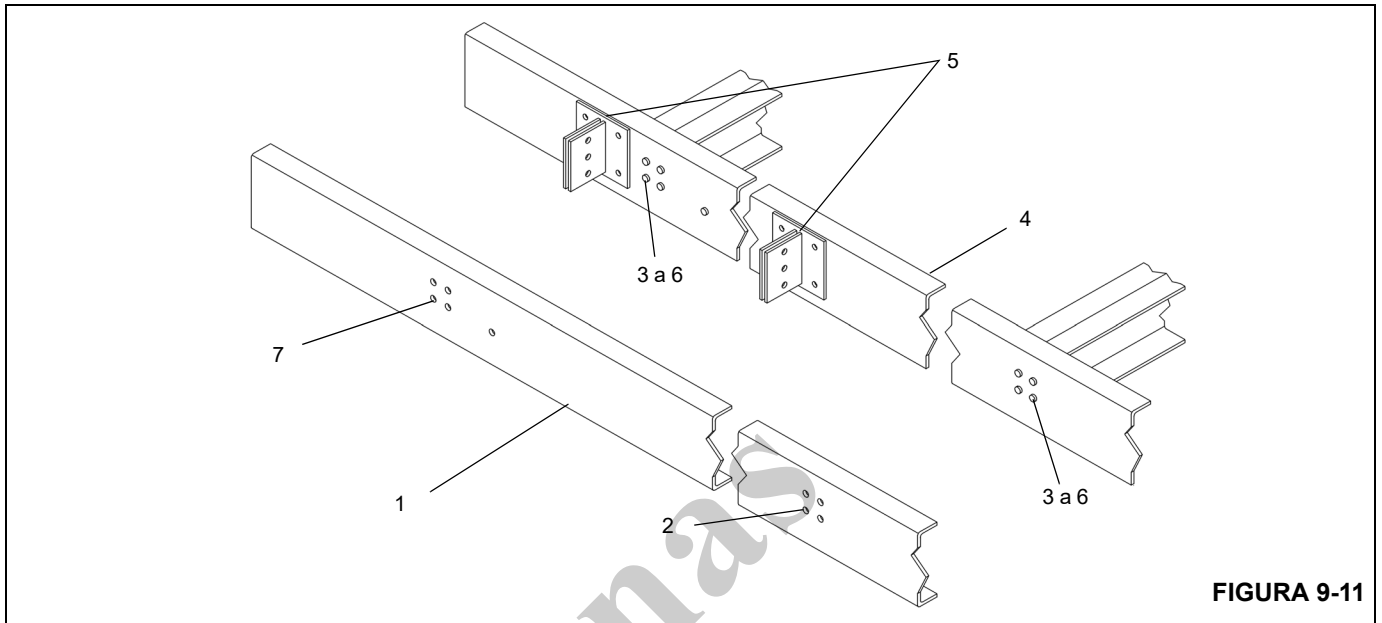

FIGURA 9-11
3. Se forem usados rebites para fixar os membros cruzados da estrutura do caminhão: posicione o reforço (1, Figura 9-11) na estrutura do caminhão (4) e fixe-o no lugar.
Remova o reforço (1) e faça os furos para os rebites (3) (Figura 9-11).
4. Se o reforço (1, Figura 9-11) deve ser soldado na estrutura do caminhão (4), remova os parafusos do membro cruzado (6).
6. Se um reforço parafusado for necessário, fixe o reforço (1, Figura 9-11) no lugar e instale os parafusos dos membros cruzados (6) que foram removidos anteriormente.